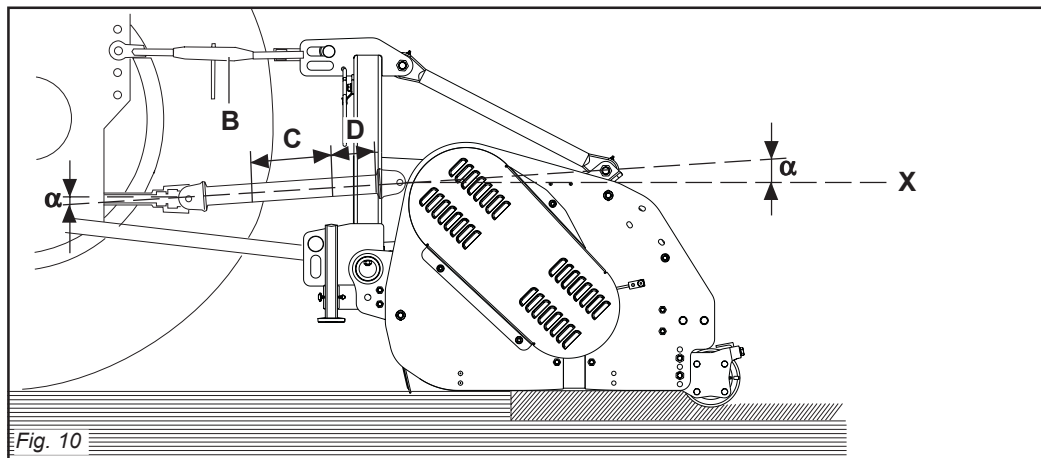
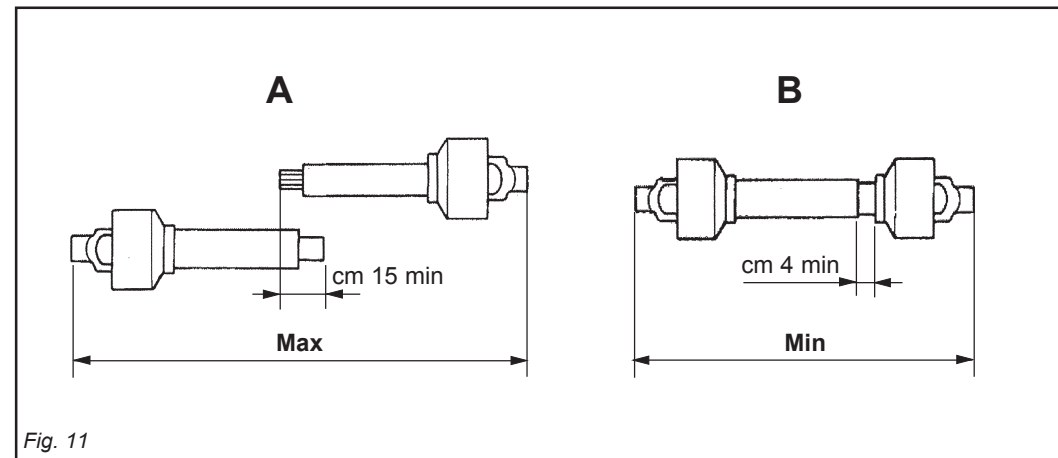

Fig. 10
Fig. 11
Accoppiare l'albero di trasmissione cardano alla presa di forza del trattore. L'attacco è corretto quando la macchina è orizzontale in posizione di lavoro. Per fare ciò aumentare o diminuire la lunghezza della barra superiore dell'attacco (B Fig. 10) in modo da portare l'asse (X Fig. 10) della ghiera scanalata della scatola parallela al suolo.
- I due angoli ( $\alpha$  Fig. 10) formati dalle assi delle forcelle e l'asse dei tubi scorrevoli saranno uguali e non dovranno superare i 10°.
- La copertura (C Fig. 10) dei tubi scorrevoli deve essere di 15 cm minimo (Fig. 11).
- I due tubi dell'albero di trasmissione a cardano non si devono ricoprire completamente, una corsa di sicurezza (D Fig. 10) di 4 cm minimo deve sussistere.
- Gli angoli ( $\alpha$  Fig. 10) dei cardani non devono essere superiori a 40° (Fig. 10).
To achieve this, increase or decrease the length of the top bar of the hitch (B Fig. 10) so as to set the axis (X Fig. 10) of the housing's grooved ring nut parallel to the ground.
- The two angles ( $\alpha$  Fig. 10) formed by the fork axes and the axis of the sliding tubes will be equal and must not exceed 10°.
- The sliding tubes (C Fig. 10) must overlap by at least 15 cm (Fig. 11).
- The two tubes of the driveline shaft must not fully overlap. There must always be a safety travel (D Fig. 10) of at least 4 cm.
- The angles ( $\alpha$  Fig. 10) of the drivelines must not exceed 40° (Fig. 10).
Accoupler l'arbre de transmission à cardans à la prise de force du tracteur. L'attelage est correct quand dans la position de travail la machine est horizontale. Pour obtenir cette condition augmenter ou diminuer la longueur de la barre supérieure de l'attelage (B Fig. 10) de manière à ce que l'axe (X Fig. 10) de la bague cannelé de la boîte soit parallèle au sol.
- Les deux angles ( $\alpha$  Fig. 10) formés par les axes des fourches et l'axe des tubes coulissants doivent être identiques et ne doivent pas dépasser 10°.
- La couverture (C Fig. 10) des tubes coulissants doit être au minimum de 15 mm (Fig. 11).
- Les deux tubes de l'arbre de transmission à cardans ne doivent pas se recouvrir complètement, il doit rester une course de sécurité (D Fig. 10) de 4 cm au minimum.
- Les angles ( $\alpha$  Fig. 10) des cardans ne doivent pas être supérieurs à 40° (Fig. 10).
Um dies zu erhalten, die Länge der oberen Kupplungsstange (B Abb. 10) erhöhen oder verringern, bis die Achse (X Abb. 10) der Keilmutter des Gehäuses parallel zum Boden steht.
- Die beiden Winkel ( $\alpha$  Abb. 10), die aus den Achsen der Gabeln und der Achse der Gleitrohre bestehen, müssen gleich groß sein und dürfen auf keinen Fall größer als 10° sein.
- Die Überdeckung (C Abb. 10) der Gleitrohre muss mindestens 15 cm ausmachen (Abb. 11).
- Die beiden Rohre der Gelenkwelle dürfen sich nicht ganz überdecken. Es muss noch einen Sicherheitshub (D Abb. 10) von mindestens 4 cm geben.
- Die Winkel ( $\alpha$  Abb. 10) der Gelenkwellen dürfen nicht größer als 40° sein (Abb. 10).
El enganche es correcto cuando la máquina está horizontal en posición de trabajo. Para ello aumentar o disminuir la longitud de la barra superior del enganche (B Fig. 10) en modo de llevar el eje (X Fig. 10) de la tuerca ranurada de la caja paralela al terreno.
- Los dos ángulos ( $\alpha$  Fig. 10) formados por los ejes de las horquillas y el eje de los tubos corredizos serán iguales y deberán superar los 10°.
- La cobertura (C Fig. 10) de los tubos corredizos debe ser como mínimo de 15 cm (Fig. 11).
- Los dos tubos del árbol de transmisión de cardán no se deben cubrir completamente, debe quedar una carrera de seguridad (D Fig. 10) de 4 cm como mínimo.
- Los ángulos ( $\alpha$  Fig. 10) de los cardanes no deben ser superiores a 40° (Fig. 10).
Quando esso è inserito al massimo, il gioco minimo consentito deve essere di 4 cm (Fig. 11).
*When fully inserted, the minimum play must be 4 cm. (Fig. 11).*
Quand il est entièrement rentré, le jeu minimum admissible doit être de 4 cm. (Fig. 11).